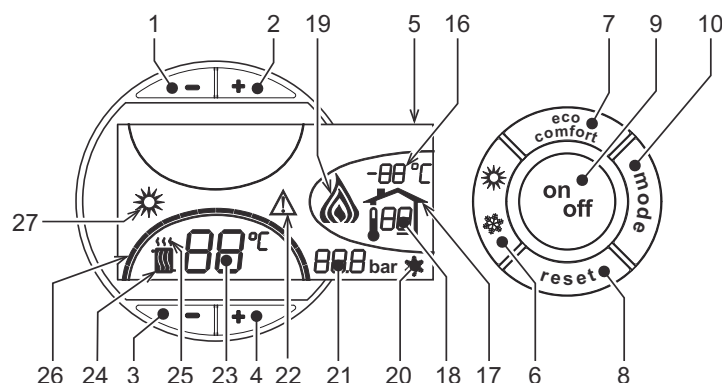
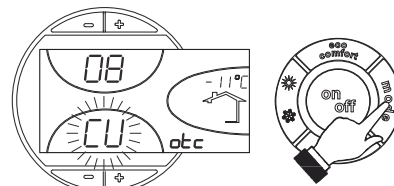
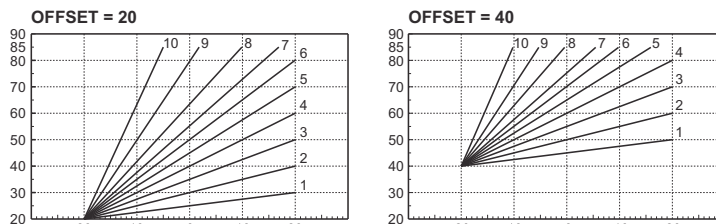

fig. 1 - Panneau de contrôle
fig. 9 - Courbe de compensation
fig. 12 - Exemple de déplacement parallèle des courbes de compensation
Appuyer 1 seconde sur la touche **on/off** (rep. 9 - fig. 1).
Pour rallumer la chaudière, appuyer à nouveau 1 seconde sur la touche **on/off** (rep. 9 - fig. 1).
- Appuyer sur la touche ON/OFF (9 - fig. 1)
Appuyer sur la touche **été/hiver** (rep. 6 - fig. 1) pendant 1 seconde.
L'afficheur montre le symbole Été (rep. 27 - fig. 1) : la chaudière ne fournira que de l'eau chaude sanitaire. Le système hors-gel reste actif.
Pour désactiver le mode Été, appuyer à nouveau sur la touche **été/hiver** (rep. 6 - fig. 1) pendant 1 seconde.
Pour régler la température entre 30° C (minimum) et 80° C (maximum), agir sur les **tou- ches du chauffage** (rep. 3 et 4 - fig. 1).
Pour régler la température entre 10 °C (minimum) et 65 °C (maximum), agir sur les tou- ches eau chaude sanitaire +/- (rep. 1 et 2 - fig. 1).
Lorsqu'une sonde extérieure (option) est installée, l'afficheur du tableau des comman- des (rep. 5 - fig. 1) montre la température extérieure actuelle mesurée par la sonde. Le système de régulation de la chaudière travaille en mode "température évolutive". Dans ce mode, la température de l'installation chauffage est régulée en fonction des condi- tions climatiques extérieures de manière à garantir un confort élevé et une économie d'énergie pendant toute l'année. En particulier, lorsque la température extérieure augmen- te, la température de départ installation diminue selon une courbe donnée "de compen- sation".
Avec le réglage évolutif, la température programmée à l'aide des touches chauffage +/- (rep. 3 et 4 - fig. 1) devient la température maximum de départ installation. Il est con- seillé de régler la valeur maximale pour permettre au système de réguler la température sur toute la plage utile de fonctionnement.
Appuyer une fois sur la touche **mode** (rep. 10 - fig. 1) pour afficher la courbe de compen- sation actuelle (fig. 9). Il est possible de la modifier à l'aide des **touches eau chaude sanitaire** (rep. 1 et 2 - fig. 1).
Appuyer sur les touches **chauffage** (rep. 3 et 4 - fig. 1) pour passer au déplacement parallèle des courbes (fig. 12), qui peut être modifié à l'aide des **touches eau chaude sanitaire** (rep. 1 et 2 - fig. 1).
Réappuyer sur la touche **mode** (rep. 10 - fig. 1) pour quitter le mode de réglage des courbes parallèles.
Si la chaudière est reliée à la chronocommande à distance (option), les régle- ges ci-dessus seront gérés comme indiqué dans le tableau tableau 1. De plus, l'afficheur du panneau de commande (rep. 5 - fig. 1) montre la température am- biente actuelle, mesurée par la chronocommande à distance.
| Sélection Eco/Confort                               | En désactivant l'eau chaude sanitaire à partir du menu de la chronocommande à distance, la chaudière se place en mode Economy. Dans cette condition, la touche 7 - fig. 1 sur le panneau de la chaudière est désactivée.En activant l'eau chaude sanitaire à partir du menu de la chronocommande à distance, la chaudière sélectionne le mode Confort. Dans cette condition, il est possible de sélectionner un des deux modes à l'aide de la touche 7 - fig. 1 du panneau de la chaudière. |